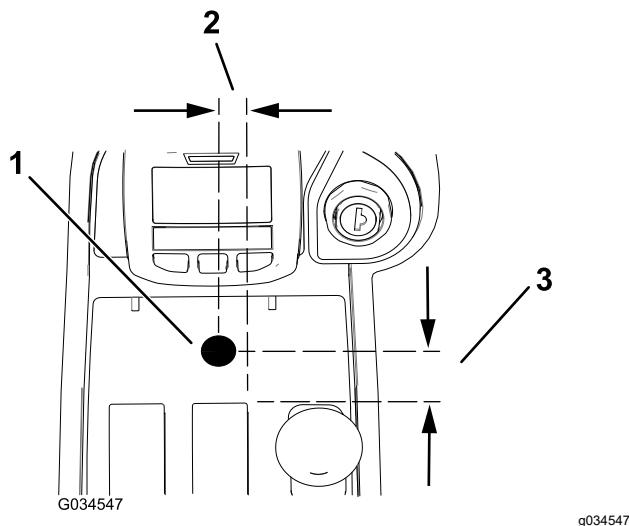

图 15
1. 在中央控制台钻一个 13mm 的孔请参阅 图 15 了解正确的方向。